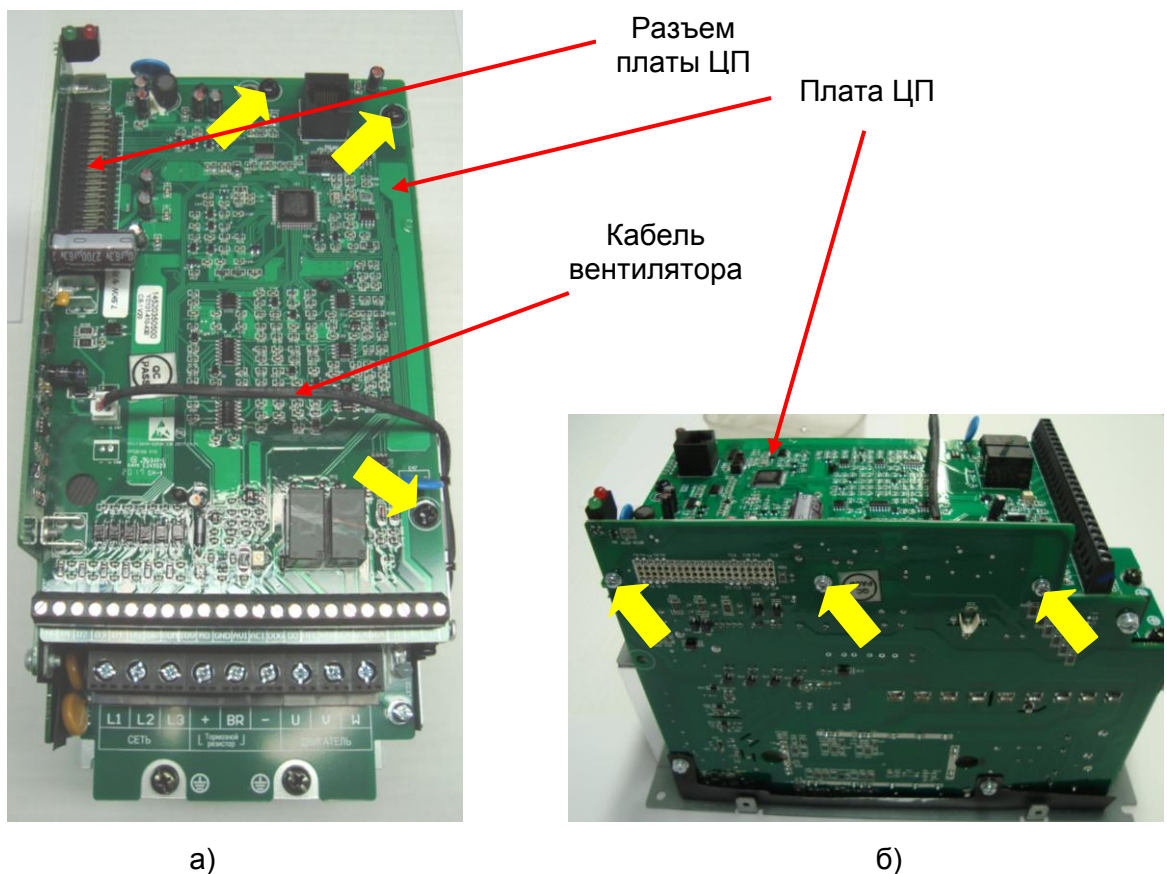

Рис. 6.3
6.3.1. Отсоединить кабель вентилятора от платы ЦП (рис. 6.3,а).
6.3.2. Выкрутить три винта крепления платы ЦП (желтые стрелки, рис. 6.3,а).
6.3.3. Выкрутить три боковых винта крепления платы ЦП (желтые стрелки, рис. 6.3,б).
6.4.1. Отсоединить кабель вентилятора от платы ЦП (рис. 6.3,а).